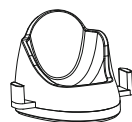

Fig. 3
2. È anche possibile collocare la base di ricarica su una superficie piana (ad es. un tavolo – fig. 3).